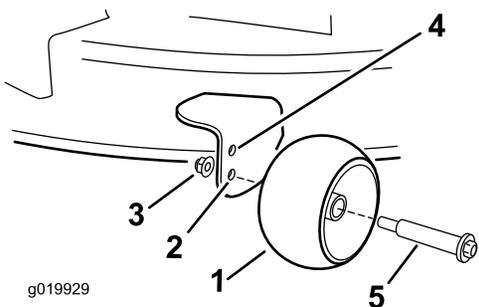

Figura 17
- Taladro superior—utilice esta posición cuando la carcasa de corte está en la posición de altura de corte de 63 mm o menos (Figura 17).
- Taladro inferior—utilice esta posición cuando la carcasa de corte está en la posición de altura de corte de 76 mm o más (Figura 17).